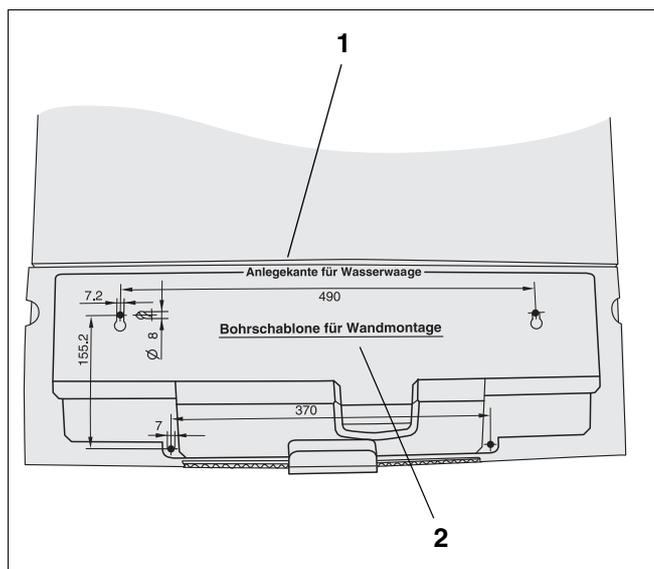

Рис. 1 Шаблон для отверстий
- Отделите шаблон с отверстиями от крышки коробки с системой управления (→ рис. 1).